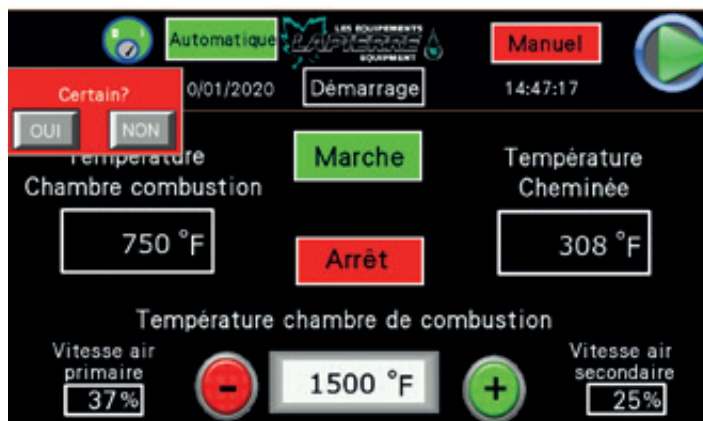

Figure 14
2. Autorisez alors le changement en appuyant sur la touche [OUI] dans la fenêtre contextuelle qui apparaît en haut à gauche de l'écran (Figure 14).